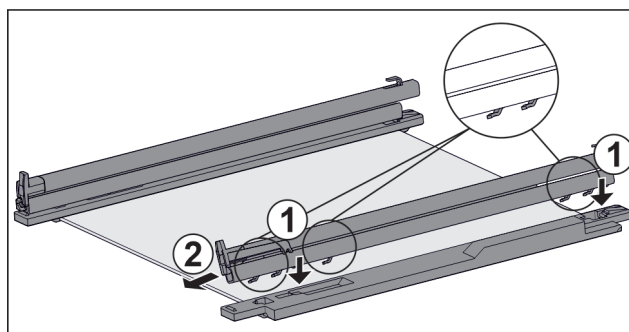

Fig. 138 Ripiano in vetro con guide e fermi
- Inserire il gancio della guida sulle aperture del **gancio** sinistro. Fig. 138 (1)
- Tirare la guida in avanti. Fig. 138 (2)
- Inserire il gancio della guida nelle aperture del **gancio** destro. Fig. 138 (1)